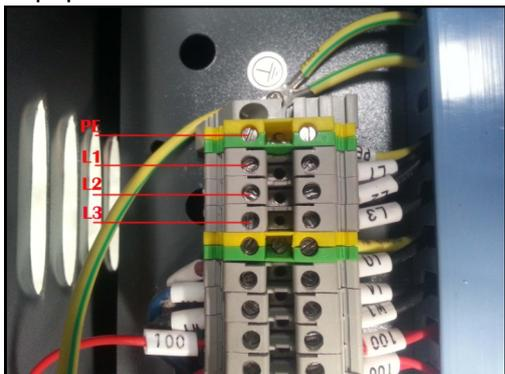

рис. 16
- Подсоединение к электросети: 3-х фазные 5-ти жильные моединительные кабели 400VAC (3 × 2.5mm² + 2 × 1.5mm² провода) подсоединяются к клеммам L1, L2, L3, N и клемма заземления на блоке управления. Провод заземления PE подсоединяется под болтом с отметкой "заземление" первым (**рис. 16**) и затем подсоединяется под болтом с отметкой заземление двух платформ.